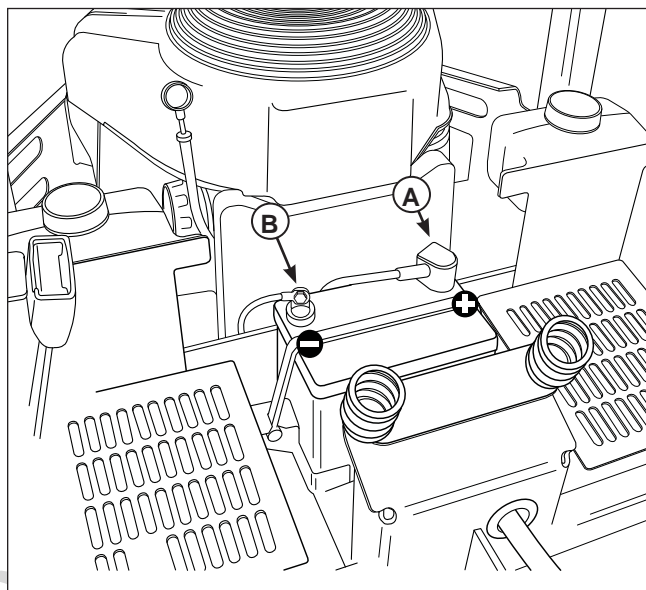

Figura 54. Compartimento de batería
1. Desconecte los cables de la batería, primero el cable negativo (B, Figura 54) que es negro.
3. Reinstale la batería y coloque nuevamente los cables, primero el cable positivo (A) que es rojo.